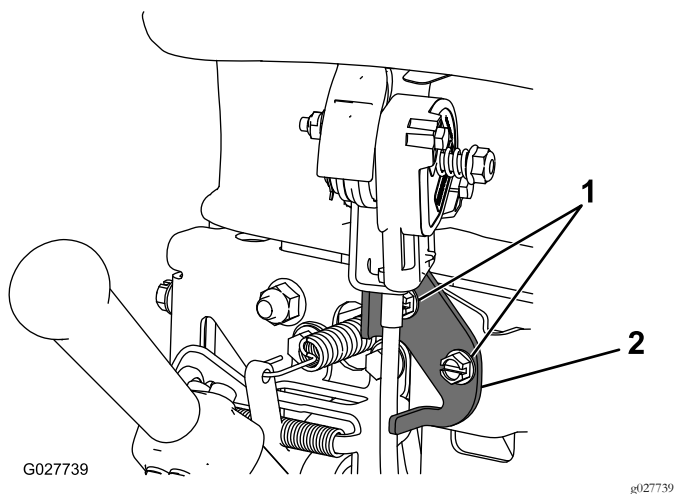

Figura 33
2. Afloje las 2 fijaciones que sujetan el control del acelerador (Figura 33).